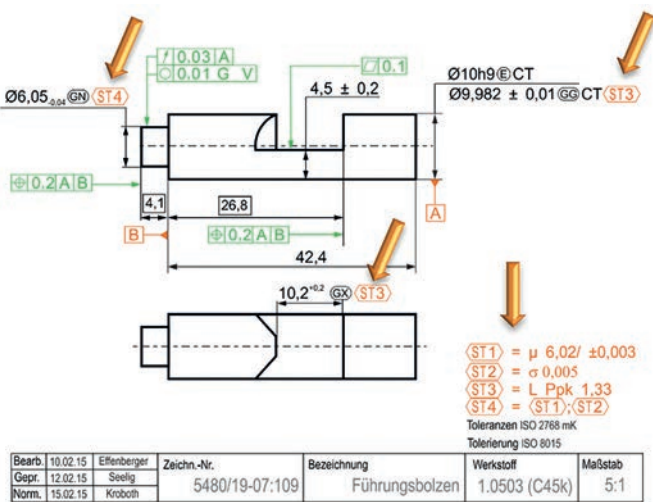

Abb. 11: Variante C – Sammelangabe in der Nähe des Schriftfeldes für unterschiedliche Populationsanforderungen
Sind die Anforderungen an die Population mehrerer Merkmale unterschiedlich, kann diese Variante genutzt werden. Hinter den individuellen globalen Merkmalen wird lediglich der Modifikator (ST) notiert, der zu nummerieren ist. Die einzuhaltenden Kenngrößen stehen in der Nähe des Schriftfeldes, wie in Abbildung 11 dargestellt. Auch hier sind die einzelnen Elemente mit Leerzeichen voneinander zu trennen.